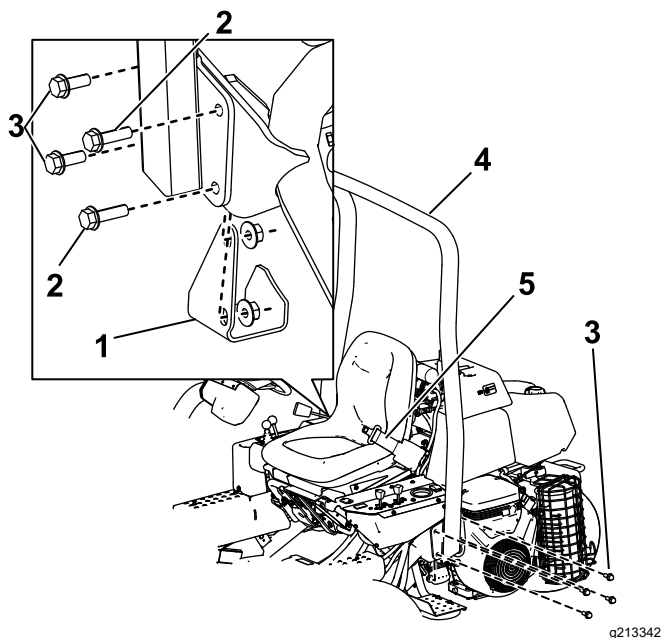

图 4
2. 将翻车保护杆 图 4 放低到安装支架上与安装孔对齐。
- 用 4 个螺栓  $\frac{1}{2} \times 1\frac{1}{2}$  英寸和锁紧螺母将翻车保护杆的左侧固定到安装支架上图 4。
- 用 2 个螺栓  $\frac{1}{2} \times 1\frac{1}{2}$  英寸、2 个螺栓  $\frac{1}{2} \times 1\frac{3}{4}$  英寸和锁紧螺母将翻车保护杆的右侧和先前卸下的千斤顶垫固定到安装支架上如图 4 所示。